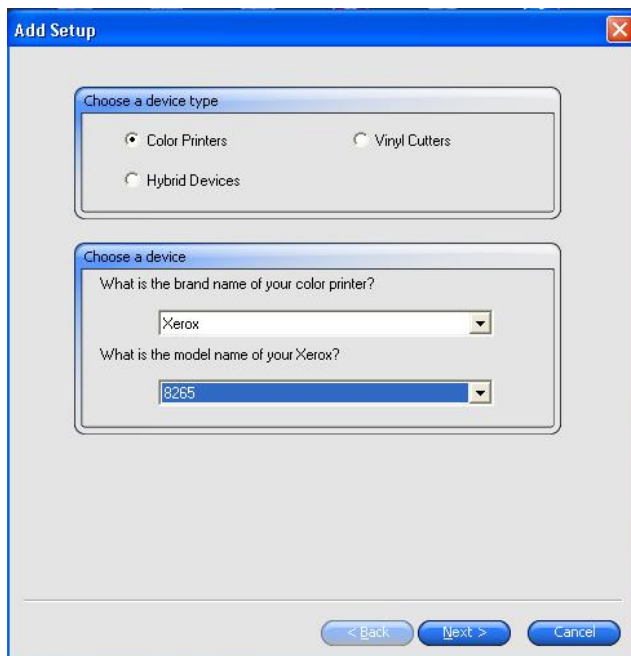

Figure 1. Boîte de dialogue Ajouter une installation
- c. Sous « Choisir un périphérique » > « Quel est le nom du modèle de votre imprimante Xerox ? », sélectionner le modèle d'imprimante. La Figure 1 présente une imprimante 8265™ de Xerox.